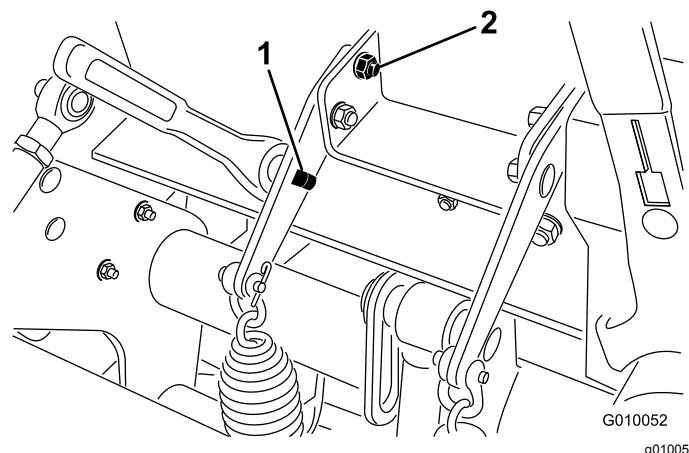

Figure 38
3. Insérez un manche à rochet de ½ pouce ou une barre de levier dans le trou carré du support de ressort (Figure 38).